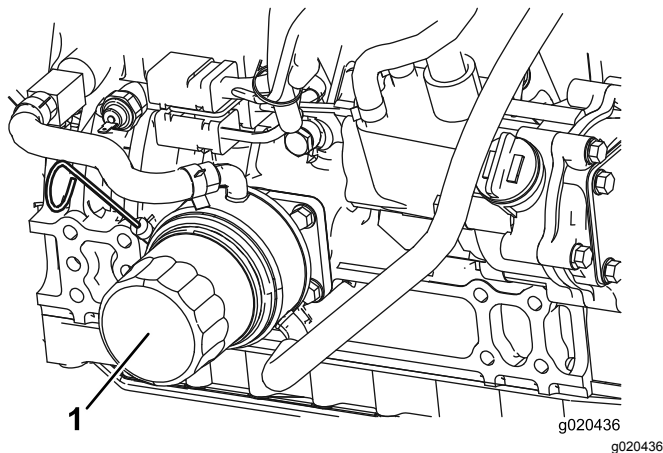

Figura 76
2. Togliete il filtro dell'olio (Figura 76). Applicare un velo di olio pulito sulla tenuta del nuovo filtro prima di avvitare. **Non serrate troppo.**